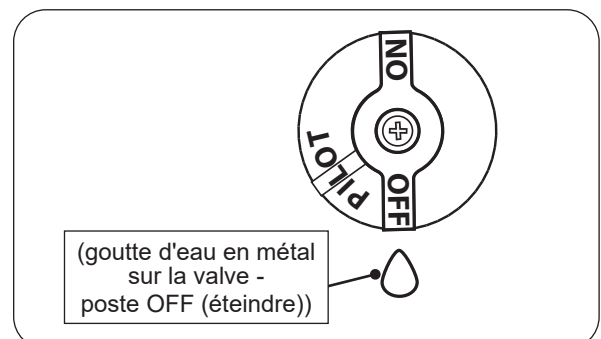

Fig. 47-2 Arrêt du pilote
2. Localisez la vanne sur le côté de l'unité. Pousser le gaz bouton de commande légèrement et tourner dans le sens des aiguilles d'une montre sur **OFF** (éteindre) (voir Fig. 47-2).
Appuyez légèrement sur le bouton de contrôle et tournez-le dans le sens des aiguilles d'une montre sur **OFF** (éteindre). Ne force pas. Voir Fig. 47-2.